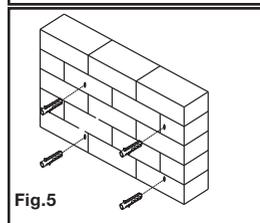

Fig.5
- Retirez le gabarit du mur et insérez une cheville à béton (C) dans chacun des trous de manière à ce qu'elles soient à niveau avec la surface du béton (voir fig. 5). Si nécessaire, vous pouvez frapper doucement avec un marteau pour faire entrer les chevilles.